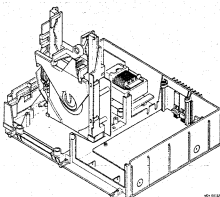

Fig. 3
### SERVICEARBEITEN AM "SERVO + PRE-AMPL." PRINT (Siehe Bild 3)
- Die Zusammenstellung mit Lademechanismus / CDM / "Servo + pre-amp." Print lässt sich nun aus dem Rahmen herausnehmen und ist in den dafür vorgesehenen Servostützen in dem Rahmen (siehe Bild 3) senkrecht anzuordnen.